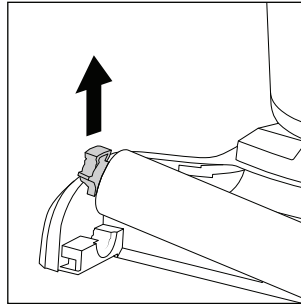

Fig. 34
- ◆ Agarre el soporte del lado izquierdo del rodillo de cepillos ❹ y tire de este hacia arriba para extraer el rodillo de cepillos del pie del aparato ❸ (consulte la fig. 34).